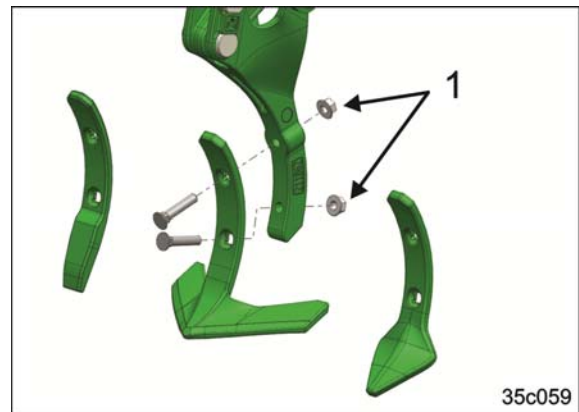

Fig. 169
1. Løsne festemutrene (Fig. 169/1)
3. Trekk til festemutrene (Fig. 169/1).